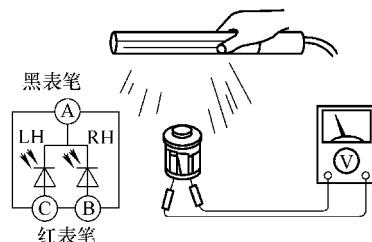

图 7-40 测试日照传感器
5) 如图 7-40 所示, 用白炽灯照到日照传感器上, 然后将万用表 (电压档) 红表笔 (+) 连接至日照传感器接线端 B 或 C, 将黑表笔 (-) 连接至日照传感器接线端 A, 然后检查是否有电压输出?